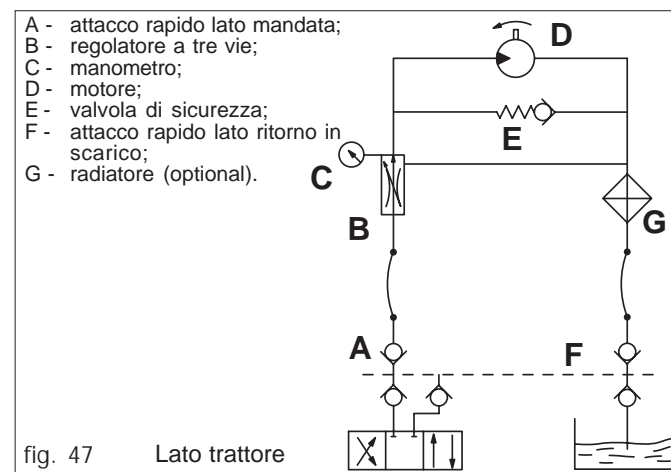

fig. 47 Lato trattore
- **Oil supply:** follow the data of the table in Fig 47.